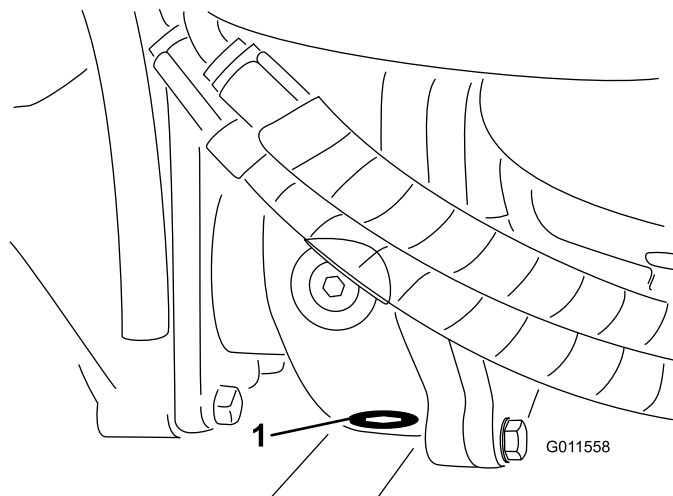

Figure 108
5. Nettoyez la surface autour du bouchon de vidange au bas du boîtier d'engrenages (Figure 108).